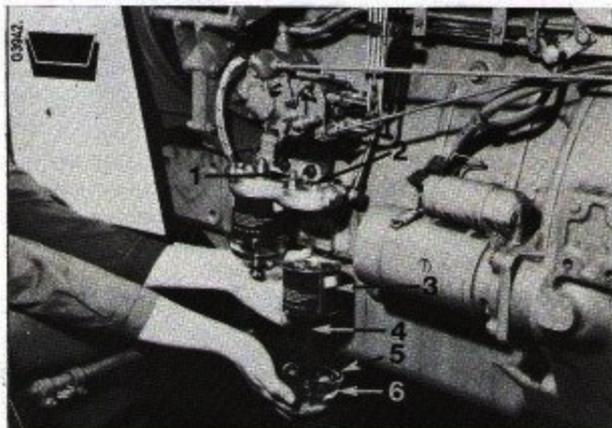

Fig. 60
Dévissez le boulon de fixation (3) et retirez l'élément, Fig. 60.
NOTE: L'élément (3), les joints (5) Fig. 60 et (2) Fig. 61 doivent toujours être remplacés en même temps; ils sont d'ailleurs livrés ensemble.
Placez un nouveau joint (2) Fig. 61 dans l'embase de filtre. Mettez l'élément de filtre en place comme l'indique la Fig. 60, en veillant à ce que le joint (5) porte correctement.